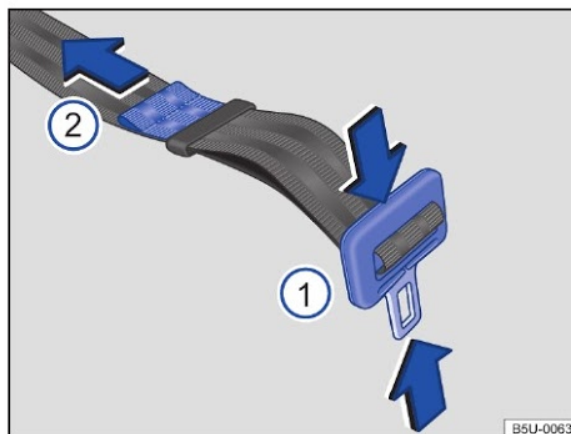

Fig. 33 Ajustar o caderço do cinto de segurança subabdominal.
- Pressionar a lingueta na direção das setas → Fig. 33 ① e alongar totalmente o cinto de segurança.
- Apertar a lingueta contra o fecho do cinto de segurança e puxar a extremidade → Fig. 33 ② no sentido da seta, até atingir uma folga máxima de 5 cm (3 dedos) na região pélvica.